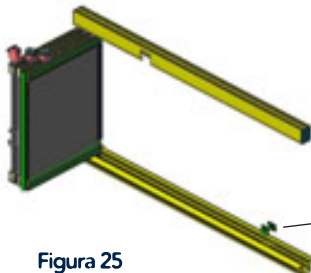

Figura 25
- Repetir los pasos anteriores tantas veces como hojas lleve el cerramiento. (figura 25).